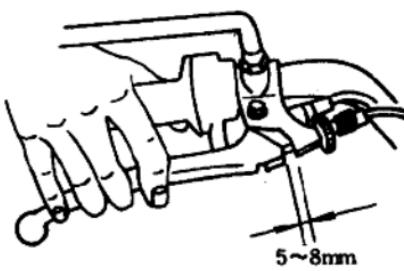

图 1-3 检查前制动握把自由间隙
(6) 检查油门转把转动是否灵活。加大油门后放开手,油门应当自行回到关闭位置。
(7) 检查前制动握把自由间隙,通常为 5 ~ 8mm,如图 1-3 所示。
(8) 检查后制动踏板